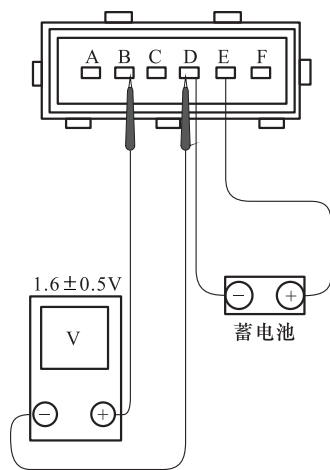

图 5-14 静态测量热线式空气流量传感器接线图
3) 静态检查（图 5-14）：将蓄电池正极与空气流量传感器插座内的 E 端子相接，负极与插座内的 D 端子相接，并将万用表置于 10V 直流电压档，两表笔测量插座的 B、D 两端子间的电压，其值应为 $1.6 \pm 0.5V$ 。如果不符合，则说明传感器有损坏，须更修理或换传感器。